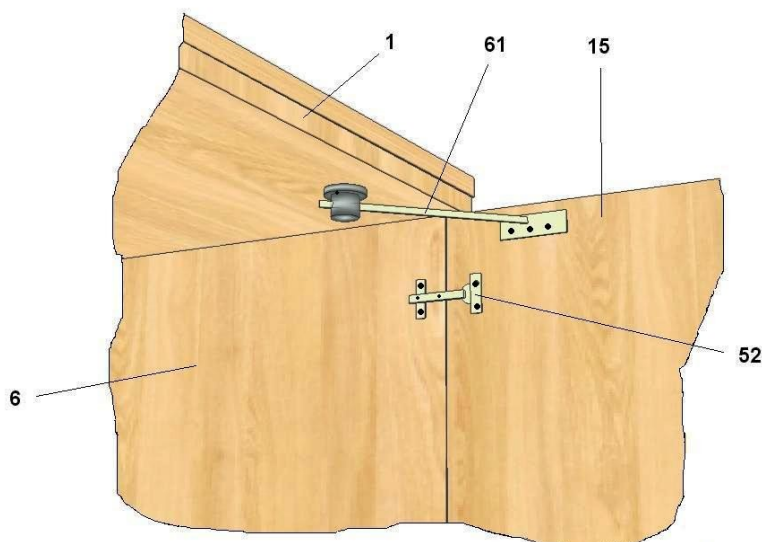

Рис.3
10. Установить по разметке на нижнюю поверхность основной крышки **1** стола элемент крепления ограничителя **61** и закрепить саморезами 3,5x16 (2 шт.) (см.рис.3);
17. Установить по разметке фасадные петли **52** (2 шт.) в сборе с правой дверью **15** на правую боковую стенку **6** и закрепить саморезами 3,5 x 16 (4 шт.) (см.рис.3).Отрегулировать петлями **52** зазоры двери;
18. Установить по разметке крепежную планку ограничителя **61** на правую дверь **15** и закрепить саморезами 3,5 x 16 (3 шт.)(см.рис.3);